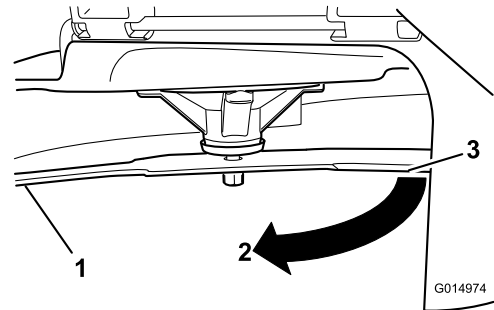

Figura 113
4. Gire la misma cuchilla 180 grados de manera que el otro extremo esté en la misma posición (Figura 113).